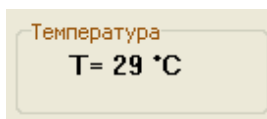

Рисунок 22
- 5) При помощи образцового термометра с абсолютной погрешностью измерения не более $\pm 0,5$ °С измерить температуру воздуха в месте установки БИУ (рисунок 22).